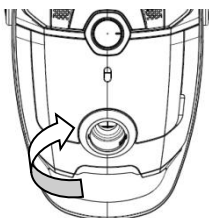

Fig 11
- Aprire il coperchio anteriore toccando il pulsante del coperchio anteriore. (Fig 11)